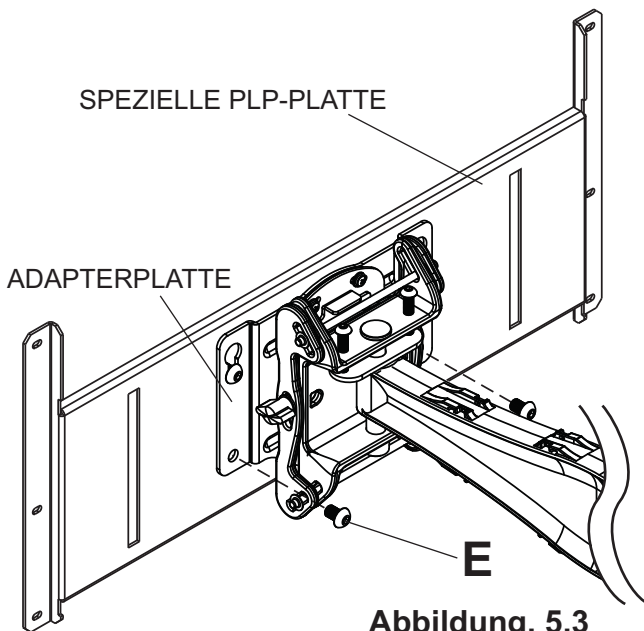

Abbildung. 5.3
- 5-1** Setzen Sie zwei M10 x 15 mm Schrauben (E) in die unteren Löcher der Adapterplatte ein wie in Abbildung 5.3 und 5.4 dargestellt.. Ziehen Sie alle Befestigungsteile mit dem 6 mm Inbusschlüssel (H) an.